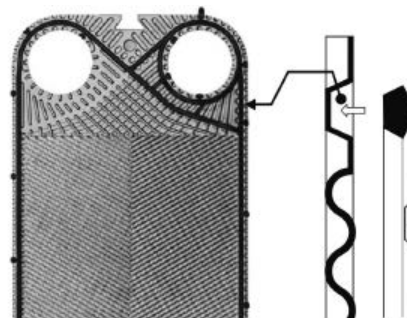

Fig.6
- Fissare la guarnizione sulla piastra (Fig. 6), fare attenzione che gli incavi per la rilevazione di perdita fluido "A", siano rivolti verso l'alto e controllare che i Plug-In® siano agganciati nelle rispettive sedi (Fig.7). Controllare che la guarnizione sia correttamente inserita nella propria sede, quindi capovolgere la piastra quale ulteriore verifica che tutti i Plug-In® siano stati ben posizionati.